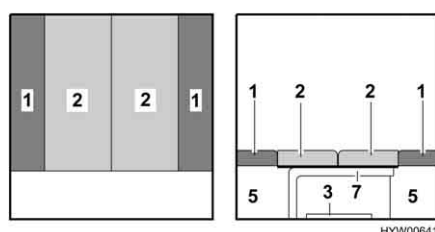

Fig. 51 Dopo la trasformazione
- Piazzare i cuscini dello schienale (Fig. 51,1) tra i cuscini del divano (Fig. 51,2) e la parete esterna.
- Spingere il piano del tavolo (Fig. 51,3) sotto il letto.